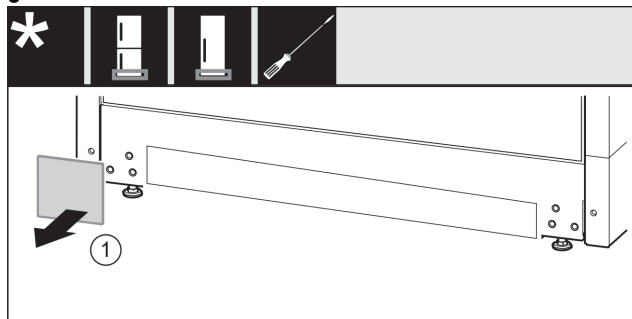

Fig. 15
- ▶ Võtke kate maha. Fig. 15 (1)